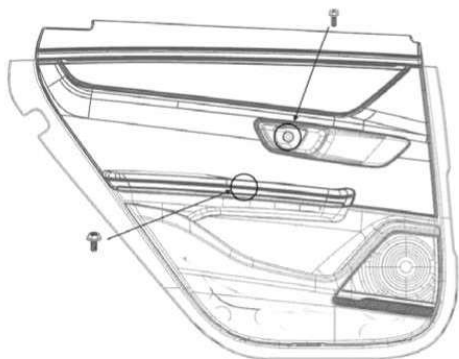

图 8-1-3 左后门螺钉拆卸示意图
(3) 如图 8-1-3，用十字起将图中圆圈处的螺栓拆下（2个）